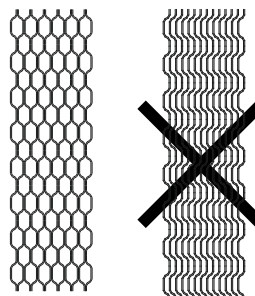

Fig. 10
- Se correttamente posizionate, l'impilamento delle piastre assume la forma a "nido d'ape" (Fig. 10).